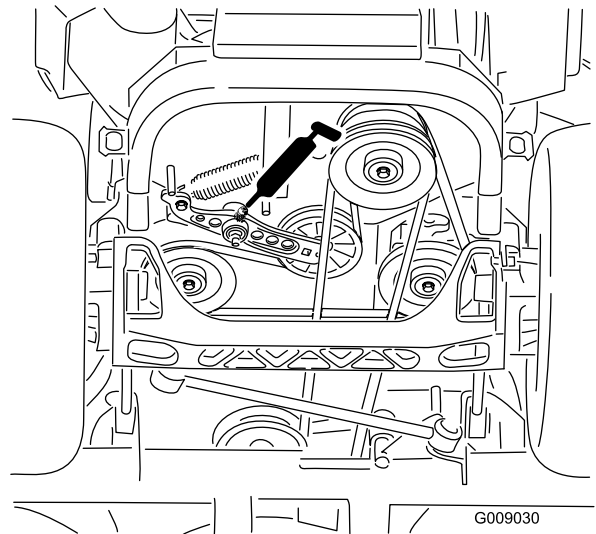

Figura 46
5. Engrase el brazo tensor de la correa de transmisión (Figura 46).